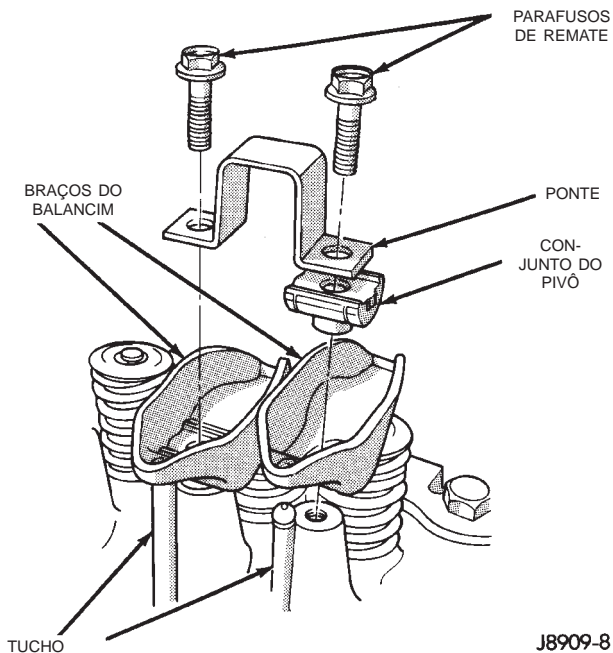

Fig. 32 Conjunto do Balancim
(1) Remova a tampa do cabeçote de cilindros do motor. (Consulte o procedimento contido nesta seção).
(2) Verifique as pontes do balancim que estão causando o desalinhamento do balancim com a área da ponta da válvula.
(3) Remova os parafusos de remate em cada conjunto de ponte e pivô. (Fig. 32). Solte os parafusos de remate alternadamente, um giro por vez, para evitar danificar as pontes.
(4) Remova as pontes, pivôs e pares correspondentes dos balancins. (Fig. 32). Coloque-os em uma bancada na mesma ordem em que foram removidos.
(5) Remova os tuchos e coloque-os em um bancada na mesma ordem em que foram removidos.
(6) Limpe todos os componentes com solvente de limpeza.
(7) Use ar comprimido para ventilar as passagens de óleo nos balancins e tuchos.